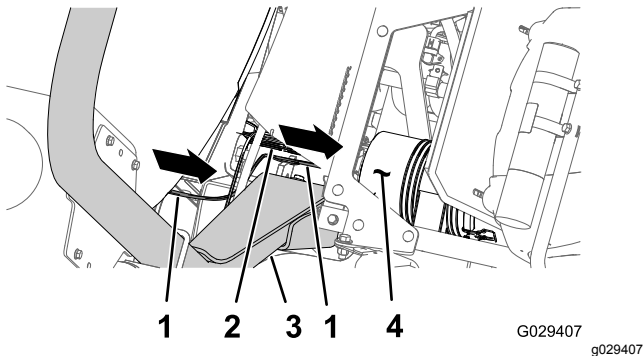
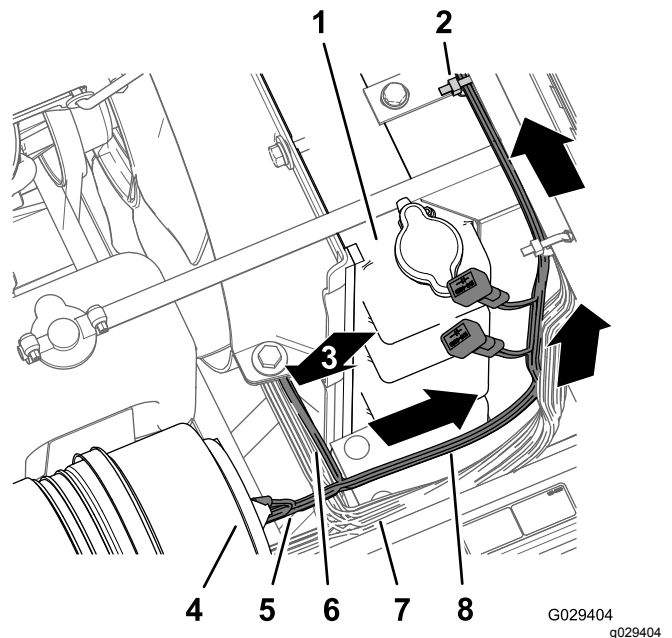

Figura 192
Figura 193
1. Infilate il cablaggio preassemblato per il kit di finitura in avanti tra il roll-bar del ROPS e l'angolo inferiore del serbatoio dell'irroratrice, lungo il cablaggio preassemblato della macchina e sotto il filtro dell'aria del motore (**Figura 192** e **Figura 193**).
2. Instradate la diramazione di 197 cm del vano motore del cablaggio preassemblato (con terminale ad anello, terminale a prese e connettore a 5 prese) verso l'alto, lungo il lato destro del radiatore, sulla parte superiore del radiatore, sotto la base della consolle centrale (**Figura 193**).